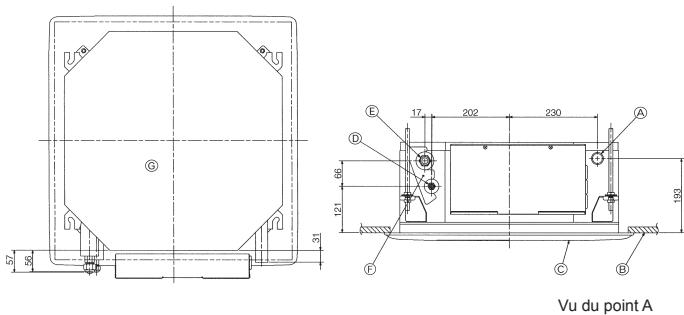
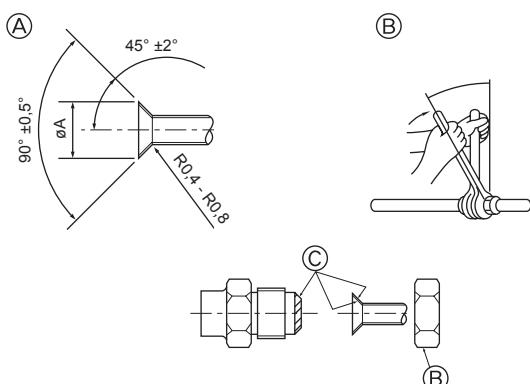

Fig. 3-1
Fig. 3-2
3.1. Emplacement des tuyaux de réfrigérant et d'écoulement de l'appareil intérieur (Fig. 3-1)
- ① Tuyau d'évacuation
② Plafond
③ Grille
④ Tuyau de réfrigérant (liquide)
⑤ Tuyau de réfrigérant (gaz)
⑥ Arrivée d'eau
⑦ Appareil principal
3.2. Connexion des tuyaux (Fig. 3-2)